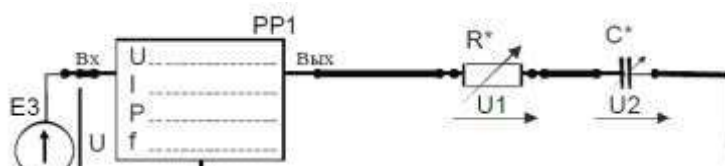

Рисунок 1
2. Собрать электрическую цепь с последовательным соединением резистора R^* и конденсатора C^* (рис. 1), используя элементы цепи в соответствии с заданным вариантом (табл. 1). В качестве резистора R^* использовать перестраиваемый резистор R10 в соответствующей позиции переключателя. У цифровых амперметров установить режим измерения переменного тока.